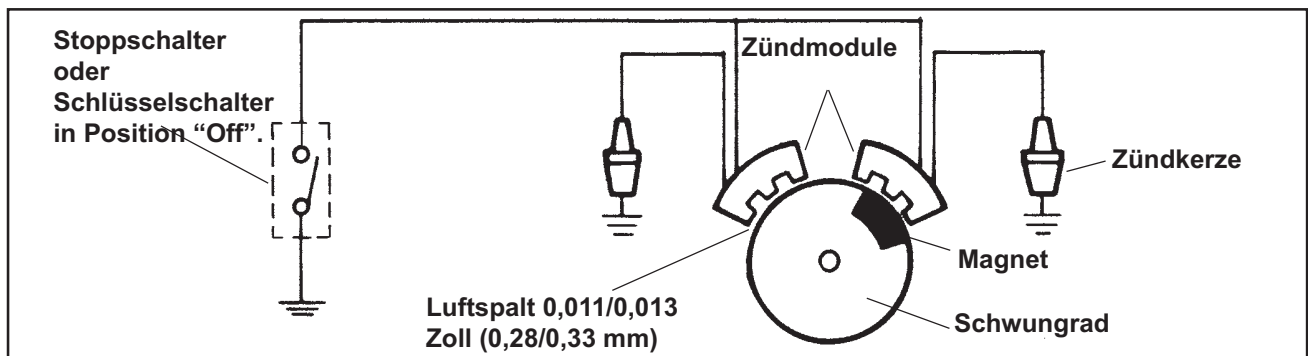

Abbildung 8-4. Zündanlage (fester Zeitpunkt) mit kapazitiver Entladung.
- zwei elektronische Zündmodule mit kapazitiver Entladung, die auf dem Kurbelgehäuse des Motors montiert werden (Abbildung 8-4).